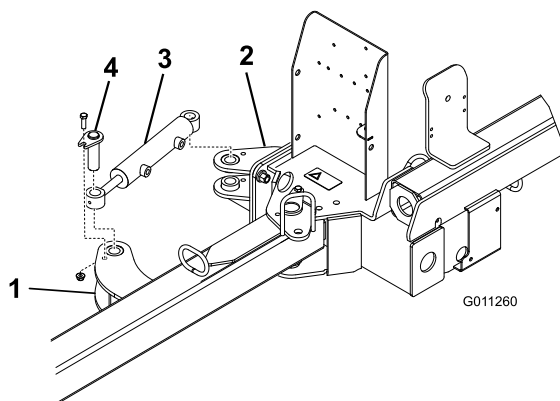

Figura 6
2. Fissate ogni estremità del cilindro idraulico a una linguetta dell'attuatore con un gruppo perno, un bullone (3/8" x 1 1/4") e un dado flangiato (3/8") (Figura 6).